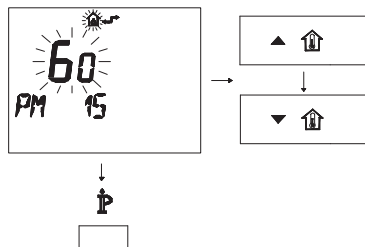

Figura 5.27
- Modificare il SET programmato agendo sui pulsanti ▲ o ▼ fino a visualizzare un **set di 60**, aspettare che il numero programmato cominci a lampeggiare (Figura 5.27).